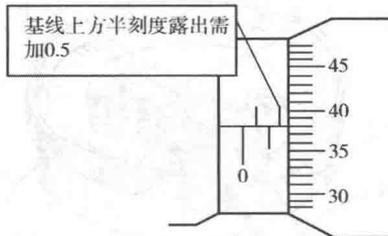

图 1-11 千分尺读数示例
③外径千分尺读数方法:读出微分筒边缘固定套筒的尺寸(固定刻度);看活动套筒上哪一格与固定套筒上的基准线对齐(微分筒刻度);读数=固定刻度+微分筒刻度 \times 精度 0.01。图 1-11 所示为千分尺所表示的尺寸。
千分尺读数举例:如图 1-11 所示,读数=固定刻度 1.5+微分筒刻度(38) \times 精度 0.01=1.88mm。